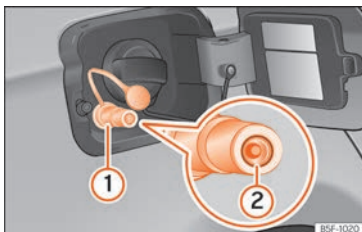

Abb. 265 Geöffnete Tankklappe: Gas-Einfüllstutzen ①, Dichtring des Einfüllstutzens ②.
- Öffnen Sie den Gas-Einfüllstutzen » **Abb. 265 ①**.